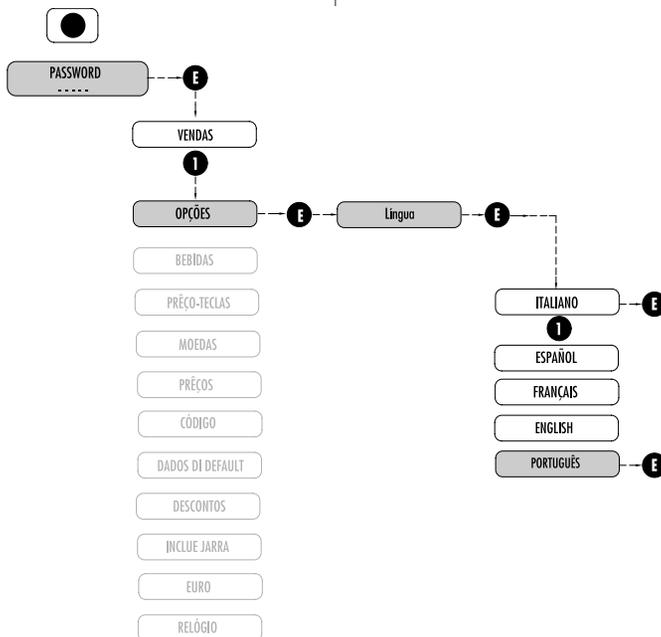

Fig. 7.2
- As mensagens do display podem ser indicadas em 4 linguas diferentes em relação às necessidades do operador na fase de instalação (Fig.7.2).
7.1.1 Seleção da língua (Fig.7.2)